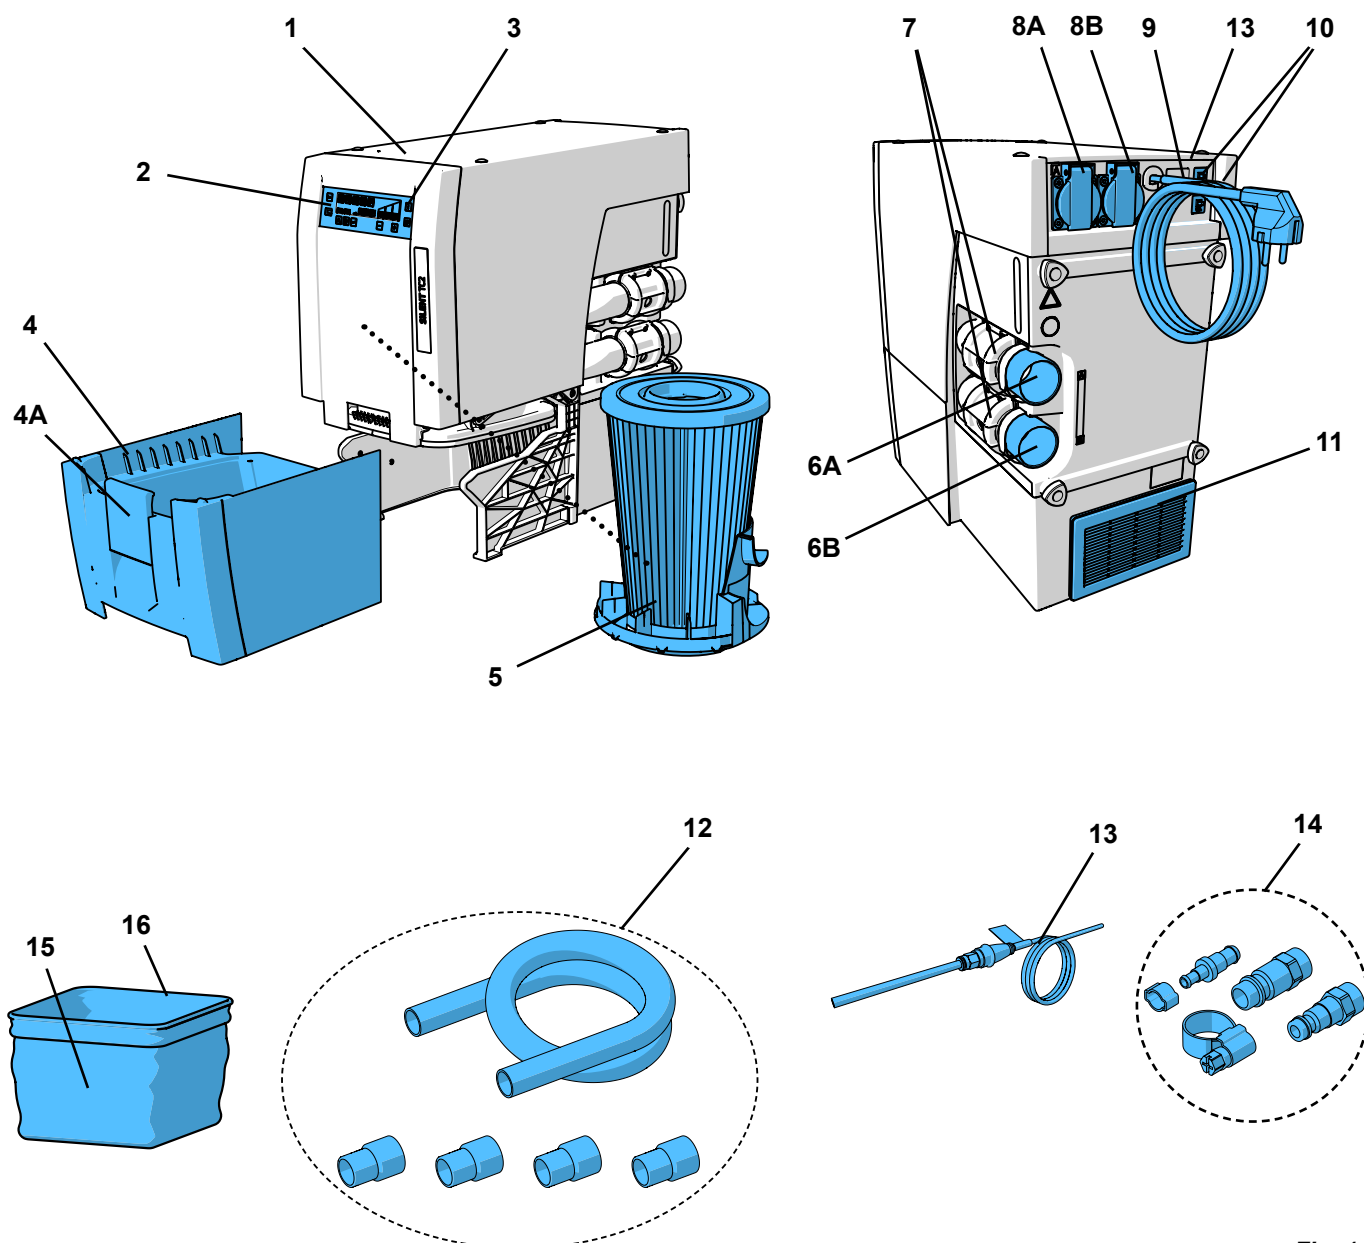

Fig. 1
- a exaustão de ar (11, Fig. 1) não fique obstruída.
- Conduza externa de exaustão (A) (ver cap. 4.7).
- Abertura na parede do armário (B), no mín. 250 x 1120 mm, diretamente à frente da exaustão de ar (11, Fig. 1).
- Remover a parede posterior do armário (C), distância das costas do armário em relação à parede: no mín. 50 mm.
⇒ Desenrole o cabo elétrico (9, Fig. 1) e insira o plugue em uma tomada da instalação elétrica do edifício.
⇒ Do conjunto de conexões fornecido, selecione o acoplamento de mangueira adequado (14, Fig. 1) e coloque-o na ponta da mangueira.